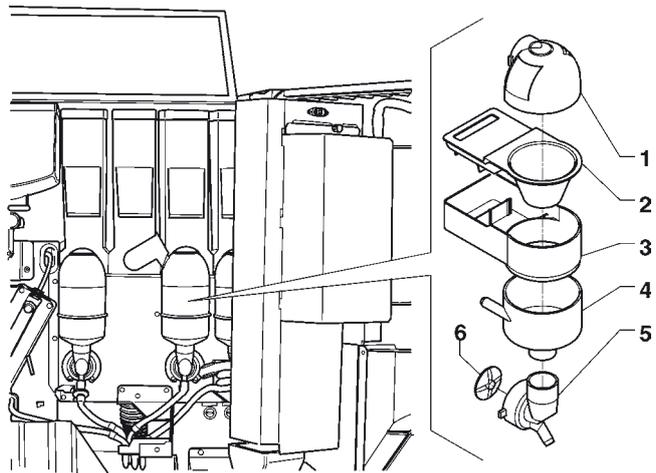

Fig. 8
- Remover (ver fig. 8) de los mezcladores los embudos de los polvos y los del agua, los conductos, los cajones de los polvos y las ruedas de paletas de las motobatidoras;